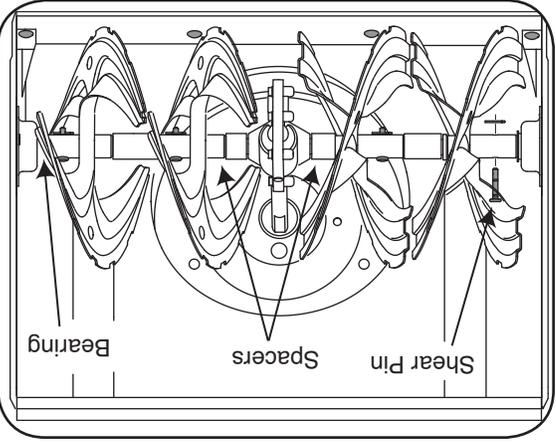

Figure 6-2
Enlevez les goupilles de cisaillement sur l'arbre de la tarière, au moins une fois par saison. Vaporisez un lubrifiant à l'arrière de l'arbre et autour des entretoises. Lubrifiez aussi les roulements à bride trouvés à chaque extrémité de l'arbre de la tarière. Voir la Figure 6-2.
• Deux goupilles de cisaillement et goupille fendue maintiennent les tarières sur l'arbre de la tarière. Les goupilles sont sensées de peut être cisailier si la souffluse heurte un objet ou un bloc de glace. Voir la Figure 6-2.